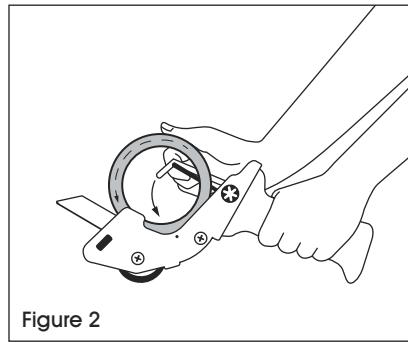

Figure 2
2. Introduisez la barre de retenue dans le rouleau du ruban adhésif et relâchez-la pour qu'elle retombe contre le rouleau, le maintenant ainsi en place. (Voir Figure 2)